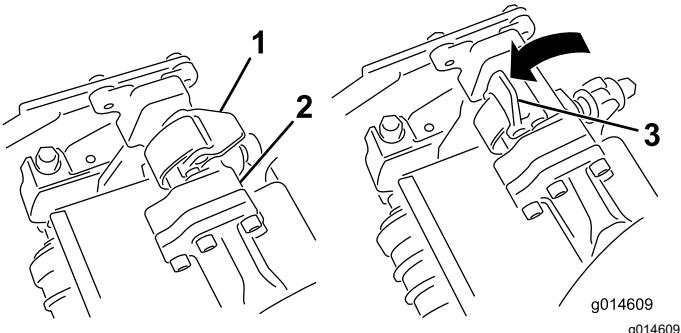

Figure 51
4. Les verrous de la barre du bras de suspension étant orientés en haut (c.-à-d. ouverts) (Figure 51), poussez le bras de suspension vers le bas pour engager la barre sur la barre transversale au sommet de l'unité de coupe (Figure 52).
5. Fermez les verrous autour de la barre de l'unité de coupe et bloquez-les en place (Figure 51).
5. Ouvrez les verrous sur la barre du bras de suspension de l'unité de coupe que vous voulez déposer (Figure 51).